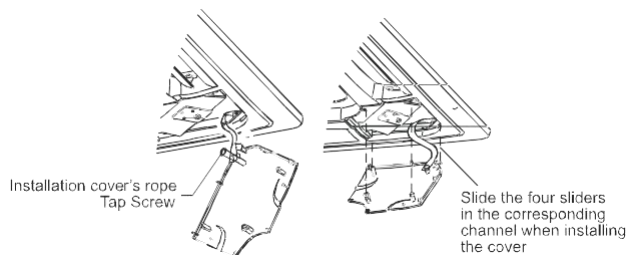

Fig. 1-14
- Befestigen Sie das Seil der Montageabdeckung an der Schraube der Montageabdeckung. (siehe Abb.1-14-links)
- Drücken Sie die Montageabdeckung leicht in das Paneel. (siehe Abb.1-14-rechts)